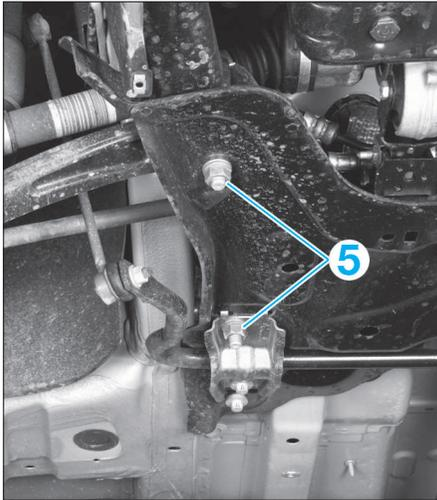

FIG. 11
- Déposer les écrous (3) et leurs vis.
- Déposer les écrous (5) (Fig.11).